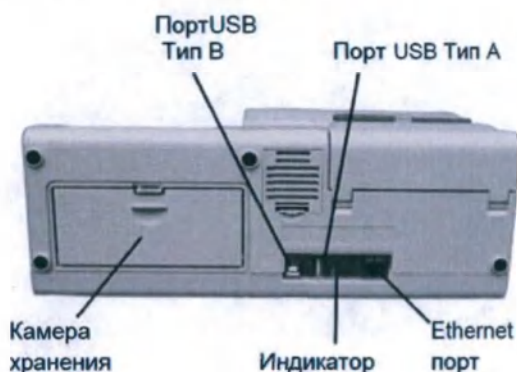

Рис. 1-9 OPTI CCA-TS2 вид сзади
На задней панели прибора находятся (Рис. 1-9):
- **Камера хранения** для дополнительного рулона термобумаги, референсных кассет или других дополнительных материалов (Рис. 1-9).